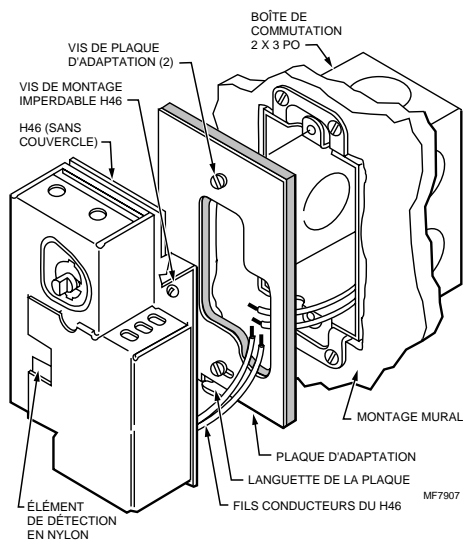

Fig. 1. Montage du H46C sur une boîte de commutation verticale.
- 4 À l'aide des deux vis fournies, fixer la plaque d'adaptation à la boîte de commutation. (Voir Fig. 1.)